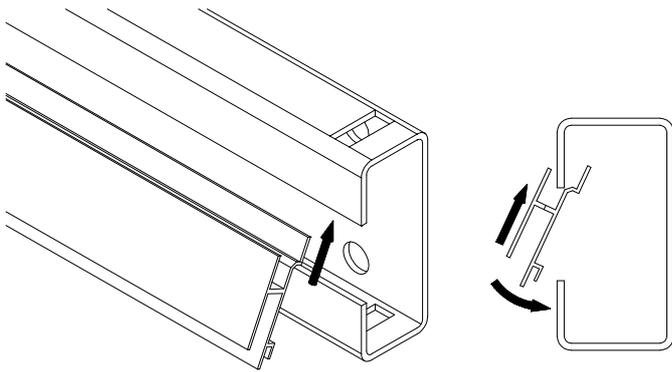

Fig. 12.1
- ✓ Inserire il regolino orizzontale in alluminio dentro la traversa con la parte ad incastro verso il basso (Fig. 12.1).